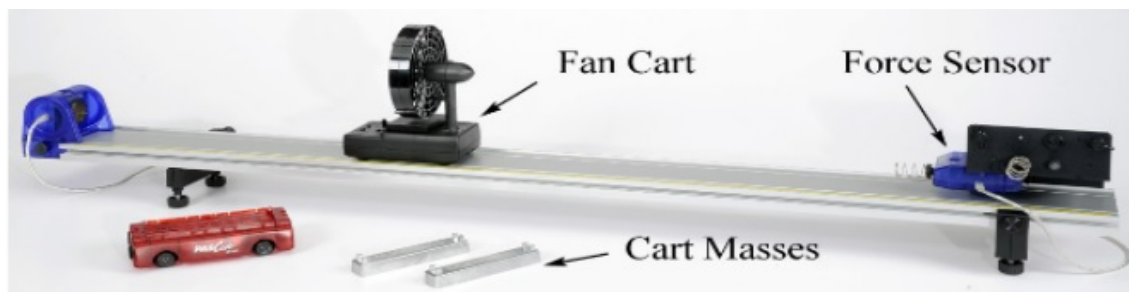

Figura 12.1: Midiendo aceleración del carro utilizando el sensor de movimiento.
1. Configurar la pista como se muestra en la figura 12.1 con el sensor de movimiento en el extremo de la pista que es el punto cero de la regla amarilla.